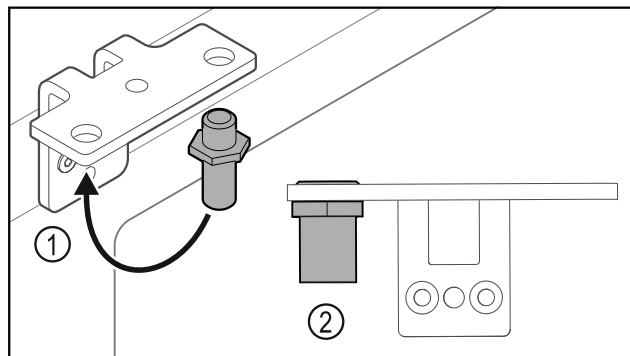

Fig. 30
- ▶ Aseta saranakulman pultti Fig. 30 (1) toiseen paikkaan.
- ▶ Kiristä pultti Fig. 30 (2) vääntömomentilla 12 Nm.